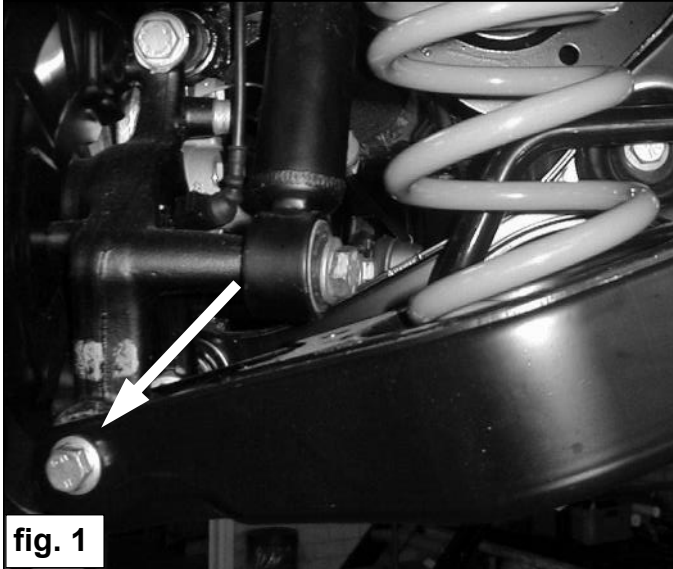

fig. 1
6. Support the wheel arm and fit the wheel arm bolt at the wheel side. See fig. 1.
2. Unterstützen Sie den Tragarm und entfernen Sie den Tragarmbolzen an die Radseite. Siehe Fig. 1. Achten Sie darauf dass der Tragarm unter Feder-spannung ist.
6. Unterstützen Sie der Tragarm und montieren Sie den Bolzen an der Radseite. Siehe Fig. 1.